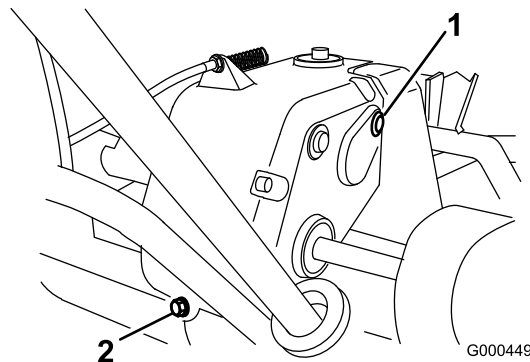

Figura 31
2. Retire a válvula de drenagem da parte posterior da transmissão (Figura 31).
3. Empurre o manípulo para baixo e incline a traseira da máquina. Retire a válvula de verificação/enchimento do lado direito da transmissão (Figura 31).